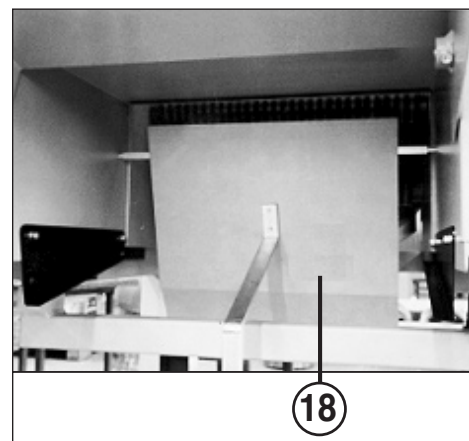

Abb. 3
- ist die **Schaltklappe (18)** (Abb. 3) für die „Auffangbehälter voll“-Anzeige frei beweglich?